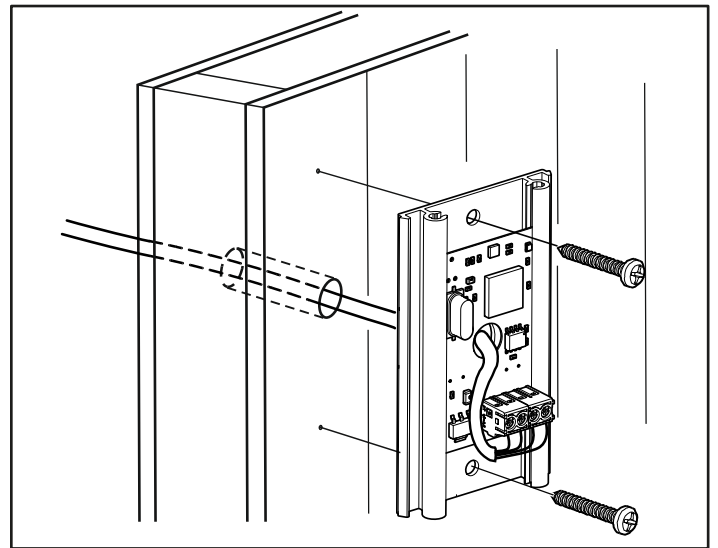

Afbeelding 15: Monteer de voor- en achterklep, de klep op het waterreservoir en het ledigingsluik
- 11.** Plaats de voor- en achterklep terug en draai de schroeven vast (zie afbeelding 15).